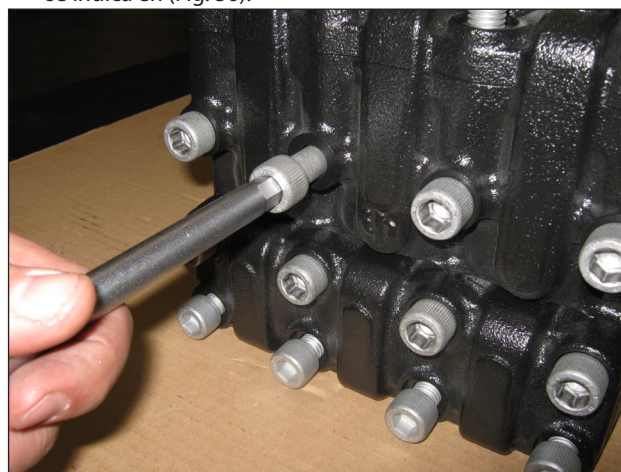

Fig. 36
- A) Desenroscar los tornillos de fijación de la cabeza M12x130 (M12x150 en SN6416 y SN6418. M12x190 en SW64) como se indica en (Fig. 36).